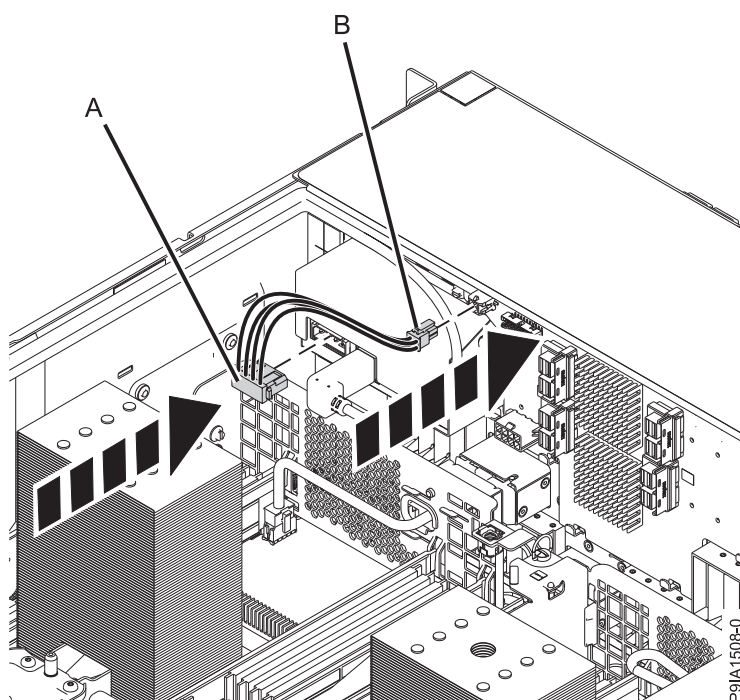

Figura 25. Conexión del cable de alimentación de RDX interna
2. Conecte el cable de alimentación de RDX interna (**B**) a la placa posterior de la unidad de disco. Asegúrese de que el pestillo (**C**) del cable de alimentación RDX esté orientado hacia arriba en un sistema montado en bastidor, y hacia afuera en el caso de un sistema autónomo. Conecte el otro extremo del cable de alimentación de RDX interna a la estación de acoplamiento RDX interna (**A**) hasta que quede bien encajado, tal como se muestra en la Figura 25 en la página 31.